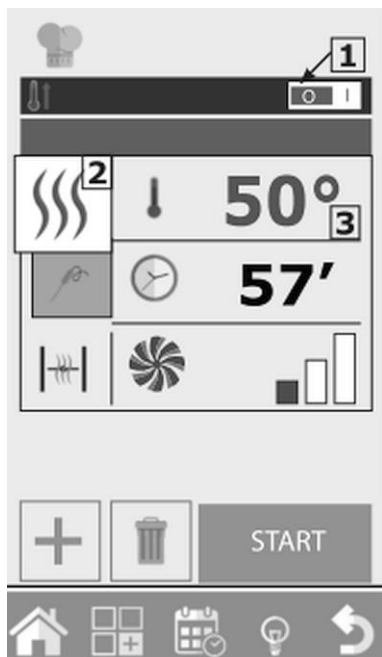
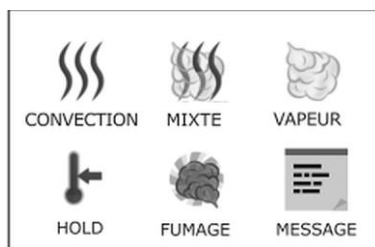
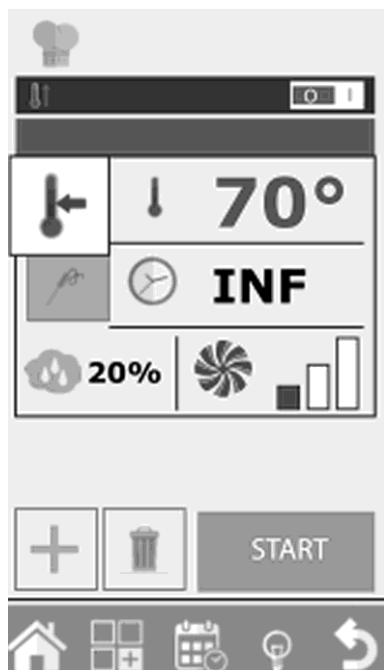

Fig. 10
Fig. 11
Fig. 15
La touche 2 (Fig. 10) est réglée par défaut sur le mode de cuisson **Convection**. En appuyant sur cette touche, il est possible de modifier le mode de cuisson en **Mixte** ou **Cuisson à vapeur**. Il est également possible de régler le mode de cuisson **Maintien de la température**, **Message** ou **Fumage** (Fig.11).
De plus, il est possible d'activer et de désactiver cette fonction en appuyant sur la touche 1 (Fig. 10) à droite ou à gauche.
En appuyant sur la touche 3 (Fig. 10) , il est possible de régler la température de la chambre du four. La température, qui peut être réglée, est modifiée selon le mode de cuisson sélectionné.
2. Pour modifier la phase de cuisson en mode de maintien de la température, appuyer sur la touche Mode de cuisson (2, Fig. 10) et choisir le symbole MAINTIEN DE LA TEMPÉRATURE (Fig. 15).